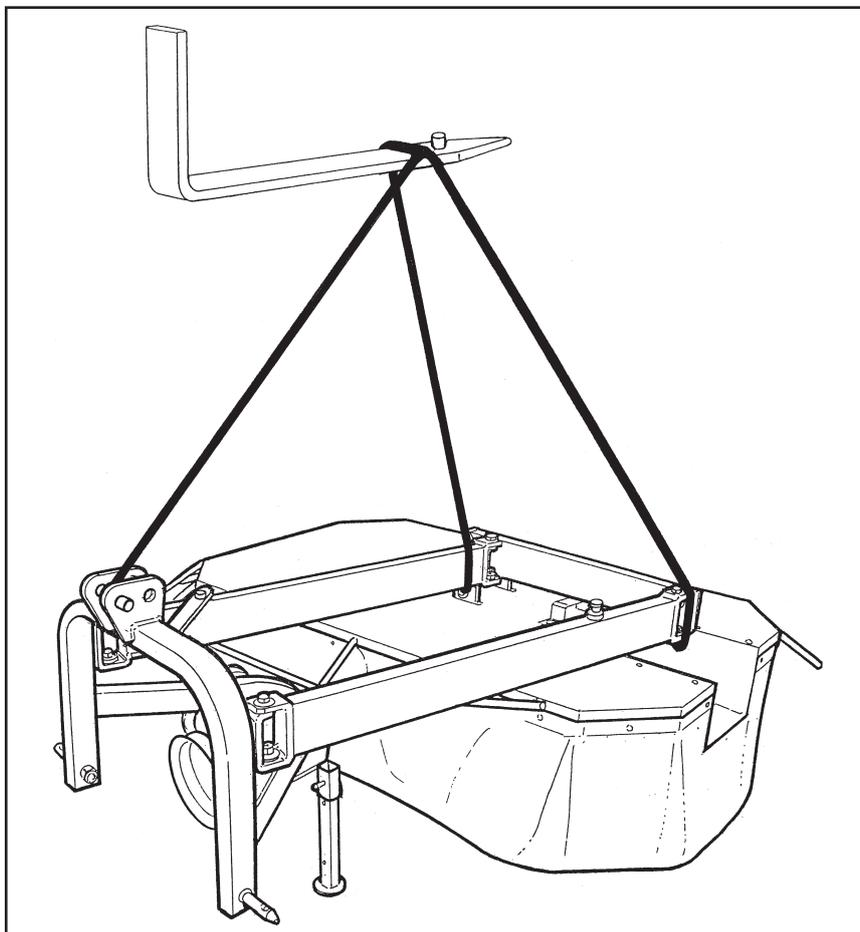

Fig. 2
- 2) Sollevare la macchina inserendo le fasce nei punti indicati (**Fig. 2**), ricordandosi di inserire il perno di sicurezza (**A**) per evitare che le fasce si possano sfilare dalla forca del muletto.
- 2) Lift the machine inserting the straps in the indicated points (**Fig. 2**), remembering to insert the shear pin (**A**) to keep the straps from slipping off the fork of the forklift truck.